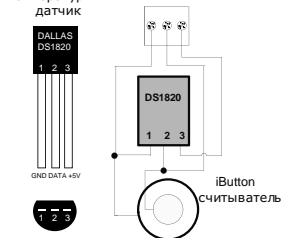
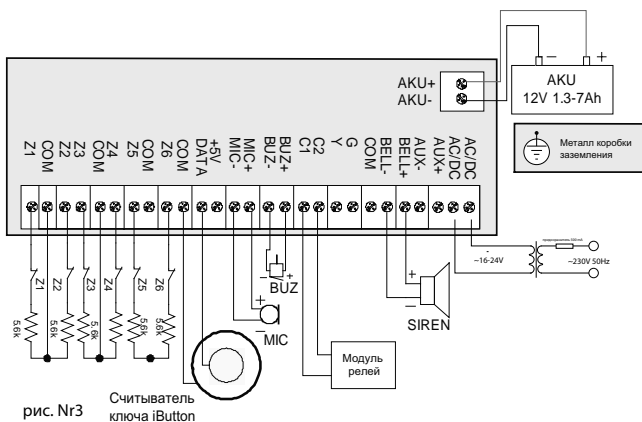

рис. Nr2
рис. Nr3
4. Соедините цепь по схеме, показанной в рис. Nr2. На рис. Nr3 показано схема подключения температурного датчика, а также разные варианты подключения охраняемых зон. Рисунок NR4 показывает схему подключения охраняемых зон с помощью ATZ (зон дублирования режима). ATZ можно включить только с компьютерной программой ELDES Configuration Tool.